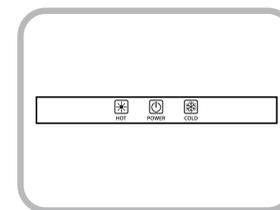

Fig.4
6. Allumez l'interrupteur d'eau chaude, attendez quelques minutes, puis allumez l'interrupteur d'eau froide. Laissez l'appareil atteindre les températures minimales d'eau froide et chaude. Cela prend environ 60 minutes et est indiqué par l'extinction des Lumières Indicateurs (Fig. 4)